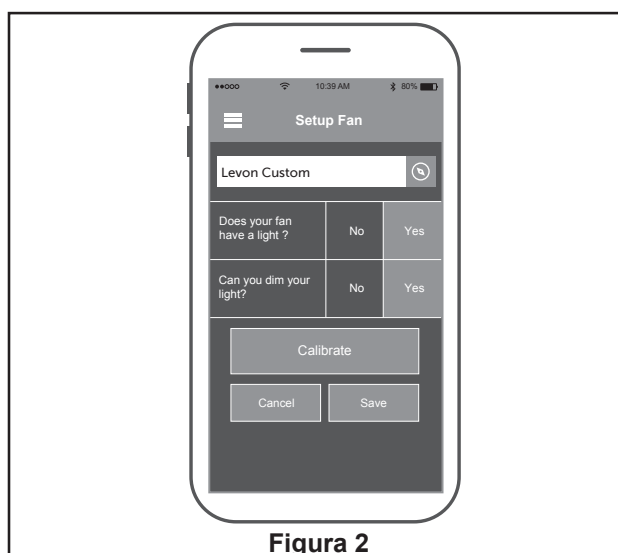

Figura 2
2. Ponga un nombre a su ventilador, responda a las preguntas sobre la iluminación, seleccione guardar y su ventilador estará listo para ser utilizado. (Figura 2)